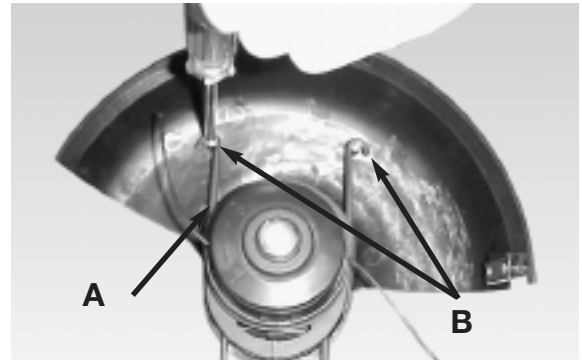

Fig. 2
3. Ajuste la guía de orilla (A) en la parte frontal de la guarda. Asegúrela por atrás con dos tornillos (B). (Fig. 2)